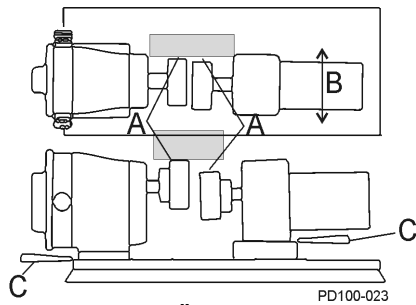

Abb. 20- Überprüfung der Parallelausrichtung
2. Bestimmen Sie mit einer Fühlerlehre an der Stelle „A“ in Abb. 20 die Richtung und Höhe der benötigten Bewegung (Abb. 20, Einzelheit B).